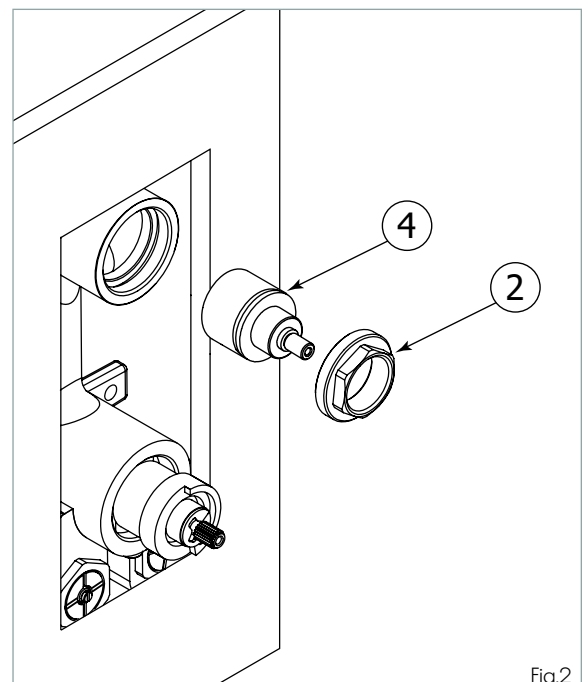

Fig.2
Insert the diverter cartridge (4) into the valve body as show (Fig. 2). Screw the large nut (2) back into place. **DO NOT OVERTIGHTEN.**
Insérer la cartouche du déviateur (4) dans la valve tel qu'illustré. (Voir Fig. 2). Revisser l'écrou (2) en place. **NE PAS TROP SERRER.**